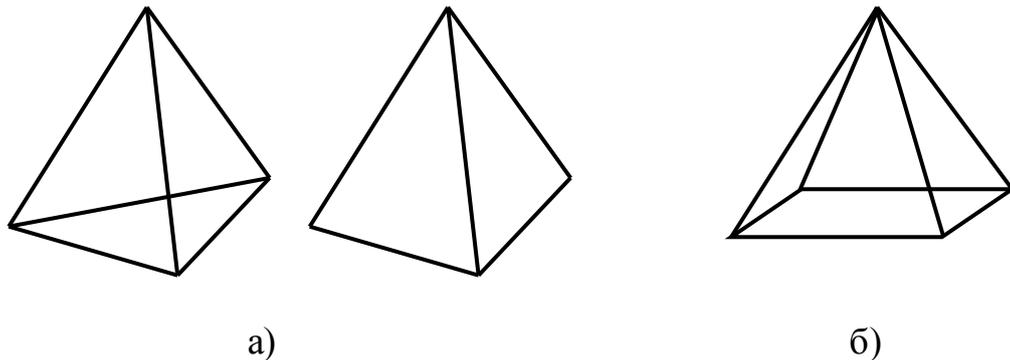

Рис. 98
6. Команда **AI_PYRAMID (ПИРАМИДА)** позволяет строить поверхность полной (рис. 98, а) и усеченной пирамиды.
Запрос **Tetrahedron (Тетраэдр)** позволяет строить тетраэдр (рис. 98, б).